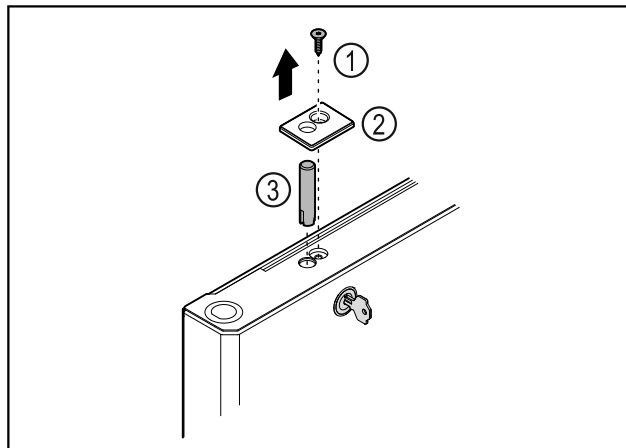

Fig. 38
- ▶ Odstranite vijak Fig. 38 (1).
- ▶ Z majhnim izvijačem sprostite pokrov Fig. 38 (2) in ga odstranite.
- ▶ Izvlecite sornik ključavnice Fig. 38 (3).